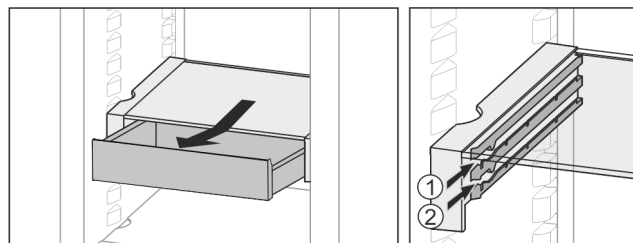

Fig. 38
- ▶ Skub den ind i den ønskede højde Fig. 38 (1) eller Fig. 38 (2).